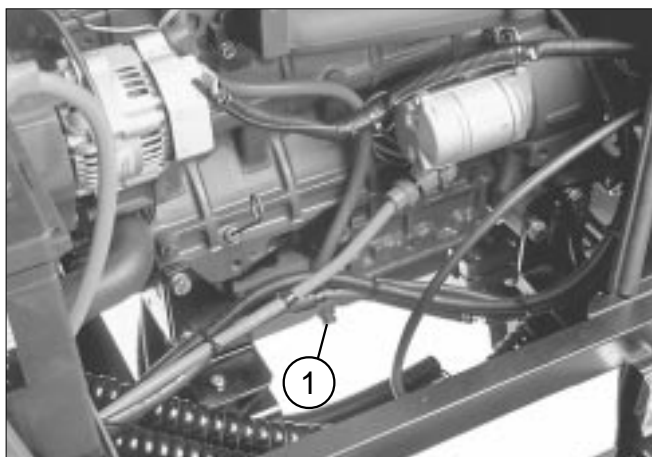

図28
1. ドレン プラグを取って (図28) 廃油を受け、完全に抜いたらプラグを元通りに取り付けます。